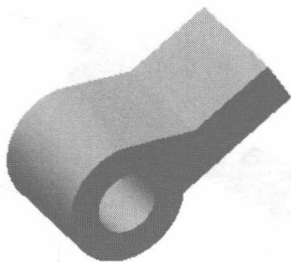
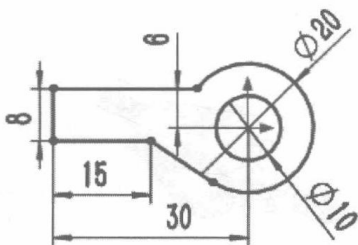

图 1.2 凸台-拉伸 1
图 1.3 横断面草图
Step2. 创建图 1.2 所示的零件特征——凸台-拉伸 1。选择下拉菜单 **插入(I)** → **凸台/基体(B)** → **拉伸(E)...** 命令（或单击 按钮）；选取前视基准面为草图基准面；在草图绘制环境中绘制图 1.3 所示的横断面草图；在“凸台-拉伸”对话框 **方向1** 区域的下拉列表中选择 **两侧对称** 选项，输入深度值 20.0；单击 按钮，完成凸台-拉伸 1 的创建。